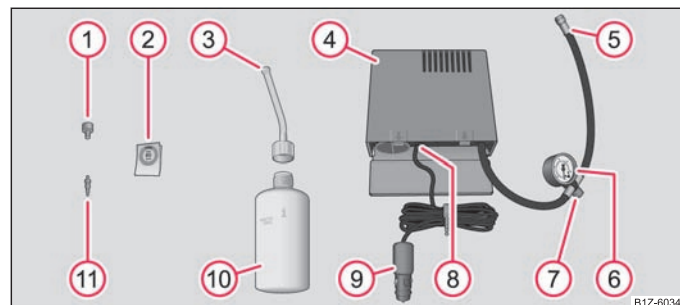

Fig. 5 Componentes del juego de reparación para neumáticos
- Pegue la etiqueta adhesiva (2) ⇒ página 6, fig. 5 sobre el cuadro de mandos en el campo visual del conductor.
- Con la ayuda del destornillador (1) desenrosque el vástago de la válvula y colóquelo sobre una base limpia.
- Agitar la botella de inflado de neumáticos (10) ⇒ página 6, fig. 5 algunas veces con fuerza.
- Fijar el tubo flexible de inflado (3) en la botella de inflado de neumáticos (10), enroscándolo en el sentido de las agujas del reloj. La lámina en el cierre se perforará automáticamente.
- Retirar el tapón de cierre del tubo flexible de inflado (3) e insertar el extremo abierto completamente en la válvula del neumático.
- Mantener la botella (10) boca abajo y llenar el neumático con todo el agente sellante de la botella de inflado de neumáticos.
- Enroscar nuevamente el vástago de la válvula en la válvula del neumático, utilizando el extractor de válvulas (1).
- Enroscar el tubo flexible (5) ⇒ página 6, fig. 5 del compresor de aire fijamente en la válvula del neumático.
- Asegúrese de que el tornillo de purga (7) esté cerrado.
- Insertar el conector de cable (9) en una toma de corriente de 12 voltios en el vehículo, véase manual de instrucciones.
- Conectar el compresor de aire por medio del interruptor de conexión y desconexión (8).
- Cuando no se pueda alcanzar una presión de aire de 2,0 – 2,5 bar, desenroscar el tubo flexible (5) de la válvula del neumático. ▶